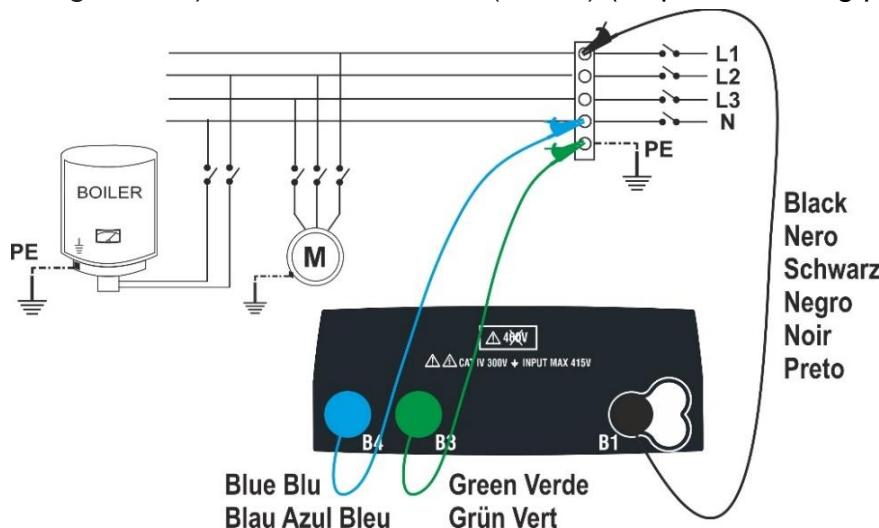
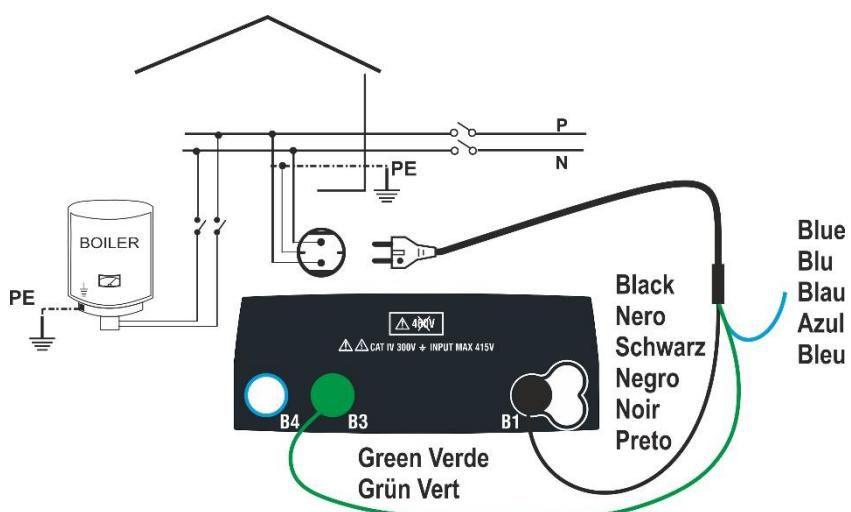
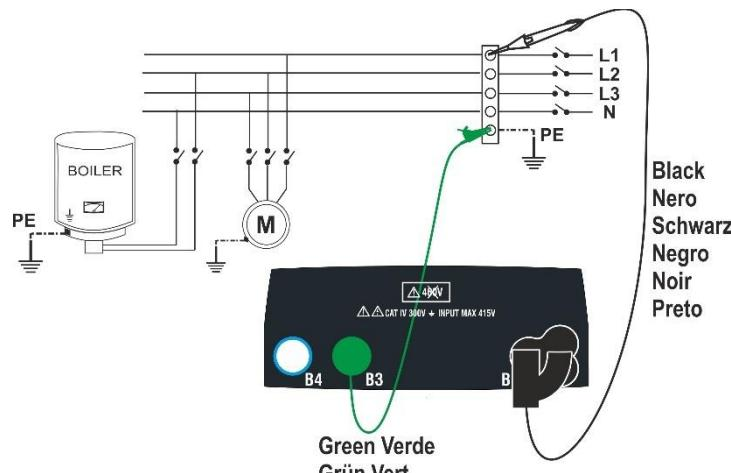

Fig. 11 Isolationstest mellem L-N-PE med prøveledninger
Fig.14: Isolationstest mellem L-PE med netstik
Fig.16: Isolationstest mellem L-PE med prøveledninger og fjernbetjeningsprobe
5. Tilslut prøveledningerne / fjernbetjeningsproben til de ledere, der skal testes, som vist på Fig. 11 Fig. 12 Fig. 13 Fig. 14 Fig. 15 Fig. eller Fig.16.